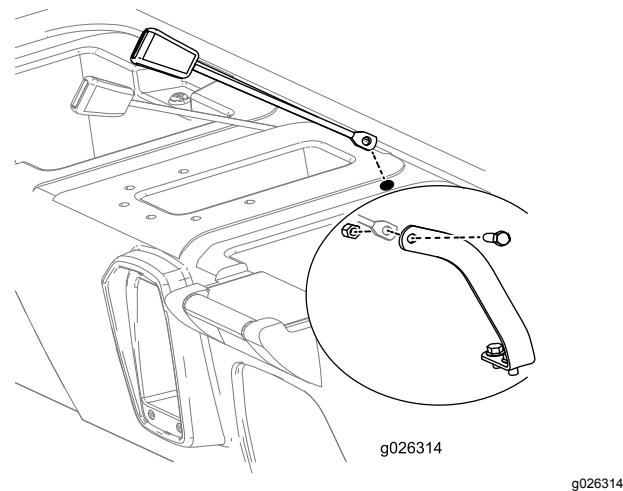

Figura 11
cintura di sicurezza in uno dei fori appena praticati nella base del sedile (**Figura 11**).
- Montate l'estremità ricevente di ciascun gruppo della cintura di sicurezza su ciascun ancoraggio della cintura di sicurezza con un bullone (7/16") e un dado (7/16"), come illustrato nella **Figura 11**.